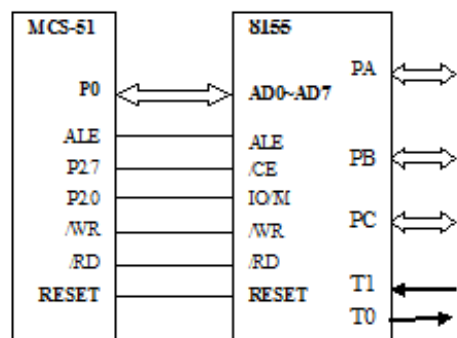

图 9.2 8155 与单片机的连接方法
- 4. 8155 与 MCS51 接口方式如图 9.2 所示，请求出 8155 各部分地址。并编程将立即数 45H 送入 8155 内部 RAM 的 32H 单元。
- 5. 8155 与 MCS51 接口方式如图 9.2 所示，写一段程序，实现读出 8155 的 7EF1 单元的程序。
- 6. 8155 与 MCS51 接口方式如图 9.2 所示，编程将立即数 41H 写入 8155 的 RAM 的 7E20 单元。